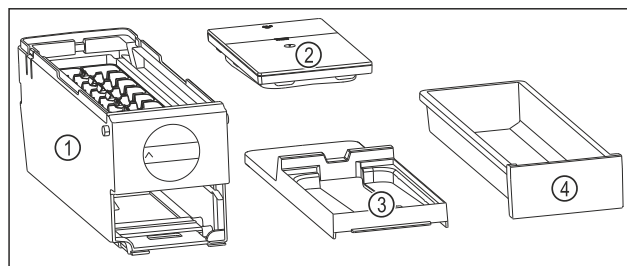

Fig. 98 Componenti dell'EasyTwist-Ice
- L'EasyTwist-Ice è scomposto in quattro parti. (vedere Fig. 98)
- Smontare l'EasyTwist-Ice scomponendo solo gli elementi rappresentati in figura. (vedere Fig. 98)
- Pulire l'intero corpo dell'EasyTwist-Ice Fig. 98 (1).